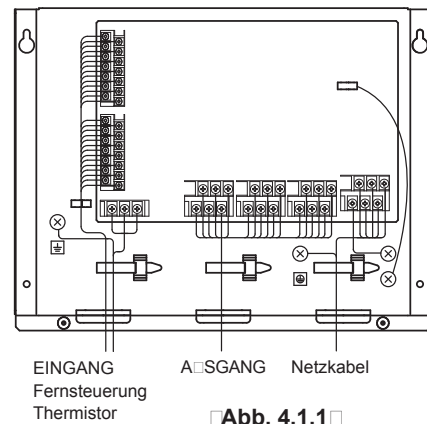

Abb. 4.1.1
- Bündeln Sie die Kabel wie in Abb. 4.1.1 mit Klammern.